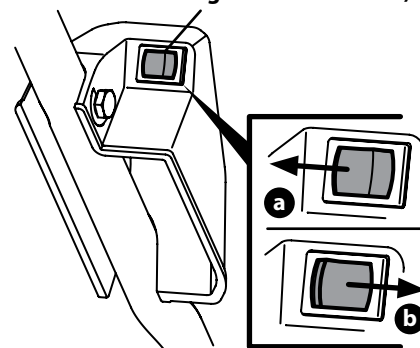

Figura 5-5
1. Realice las siguientes acciones para seleccionar la velocidad del motor. Consulte la Figura 5-5: